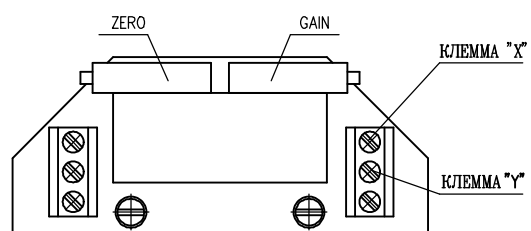

Рис.5
3.4.2 EPV - 3-проводниковое включение (рис.5)
- Установите датчик сопротивления на основании инструкций в предыдущей главе так, что величину сопротивления измеряйте на клеммах X-Y (рис.5). (употреблен датчик с сопротивлением 2000Ω или 100Ω)
- Поворачиванием устанавливающего триммера ZERO (рис.5) установите величину выходного сигнала тока, измеряемого на клеммах 81-82, на величину 0 мА или 4 мА.
- Поворачиванием устанавливающего триммера GAIN (рис.5) установите величину выходного сигнала тока, измеряемого на клеммах 81-82, на величину 20 мА или 5 мА.